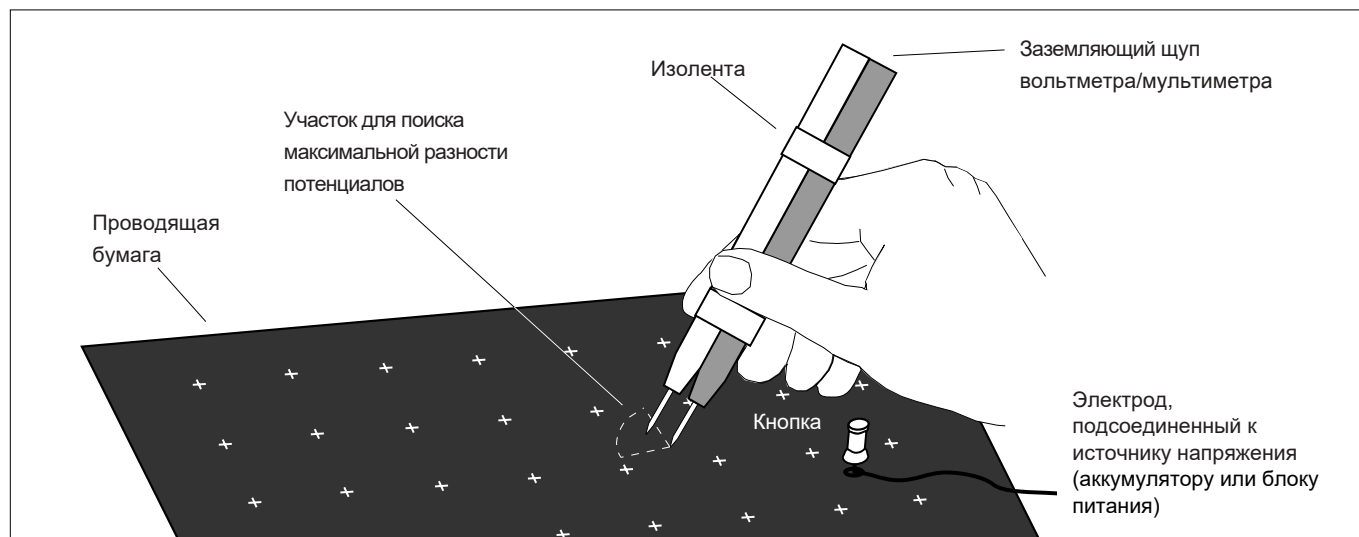

Рисунок 7
7. Для создания градиентов поля (силовых линий) щупы вольтметра/мультиметра не должны быть подсоединены к электродам. Выводы помещаются на проводящую бумагу на определённом расстоянии друг от друга (оптимальное расстояние — 1 см). Для этого лучше всего будет скрепить два щупа вольтметра/мультиметра изолянтной (см. рисунок 7). Метод заключается в том, что замеряя разницу потенциалов щупами вольтметра/мультиметра, отмечается путь от электрода, где разность потенциалов будет наибольшей.
Для того, чтобы изобразить силовые линии на проводящей бумаге, поместите щуп вольтметра/мультиметра, соединенный с землей, возле одного из диполей. Поместите щуп вольтметра/ мультиметра на проводящую бумагу и запишите показания вольтметра/ мультиметра. Затем переместите по окружности щуп в несколько новых положений, удерживая заземляющий щуп в одной точке (см. рисунок 7). Отметьте показания вольтметра/ мультиметра в момент касания щупом каждой новой точки на бумаге. Как только будет найдено наиболее высокое напряжение, нарисуйте стрелку на бумаге, указывающую от заземляющего щупа к другому щупу (см. рисунок 8). Затем переместите щуп заземления к кончику стрелки.